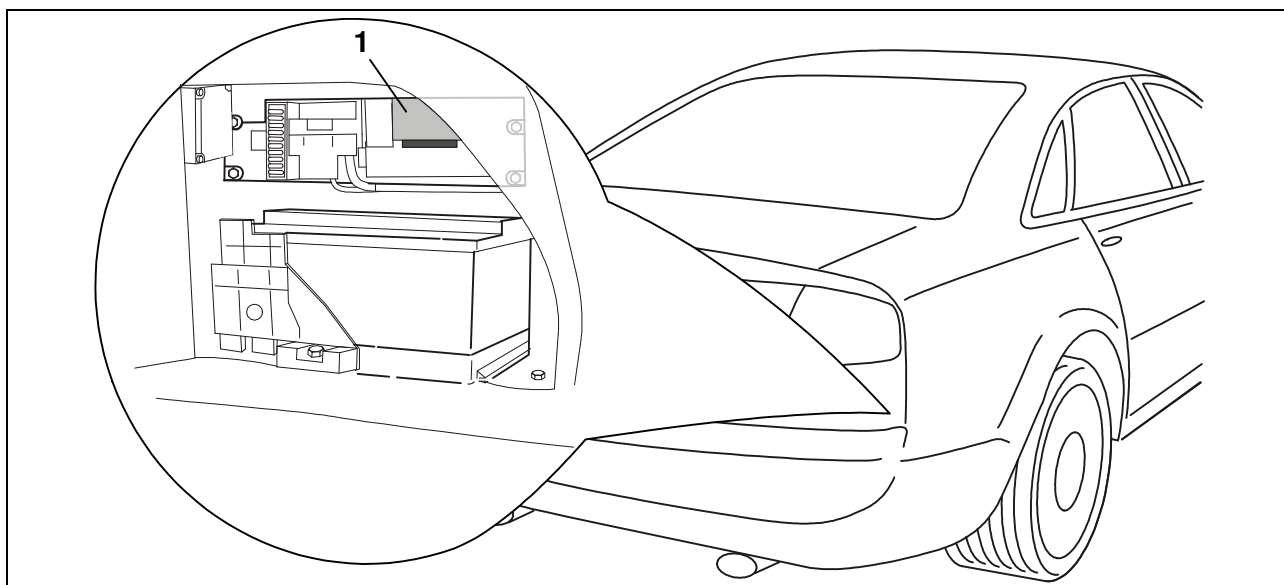

Fig. 5: centralina di comando fondo (ILM)
19. Estrarre lo spinotto a 32 poli (blu) dalla centralina di comando fondo (ILM) (Fig. 5/1).
23. Inserire lo spinotto a 32 poli (blu) nella centralina di comando fondo (ILM) (Fig. 5/1).